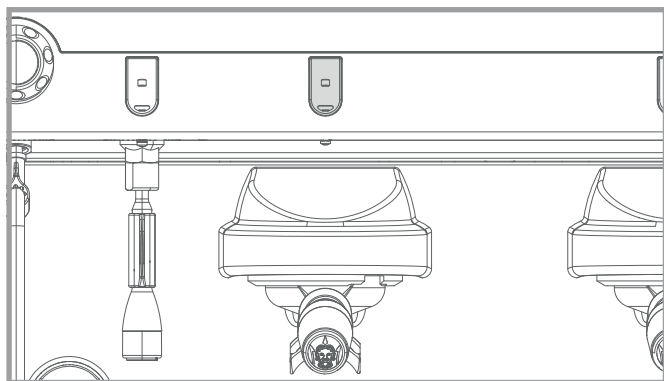

Fig. 5.2 - Mandos del equipo
- Presione el botón de erogación de dosis correspondiente a la dosis deseada (☐/☐/☐/☐); presione el botón de erogación para la versión semiautomática (véase la Fig. 5.2).